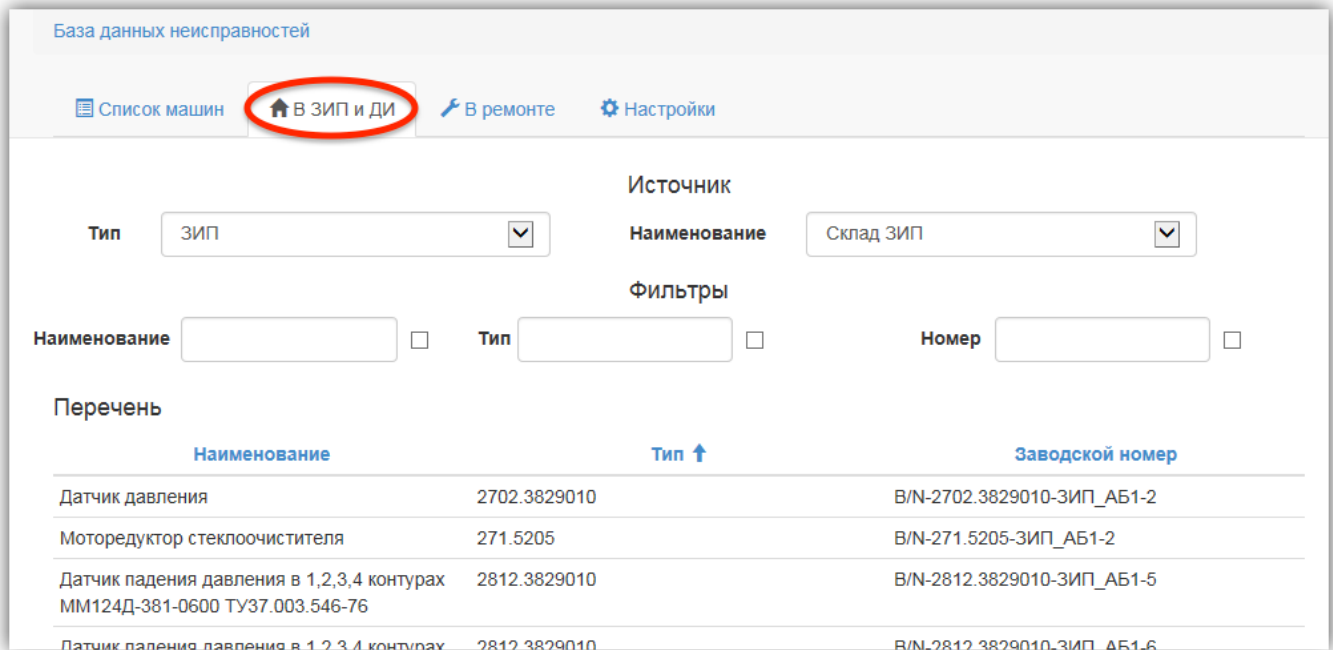

Рис. 7-6 – Вкладка «В ЗИП и ДИ»
- «В ЗИП и ДИ» – перечень экземпляров компонентов в составе ЗИП (на складе) и допимуществе (в гарантийной бригаде) (рис. 7-6).
Вкладка «В ЗИП и ДИ» предназначена для просмотра списка экземпляров компонентов, находящихся в ЗИП и допимуществе (рис. 7-6). Ввод и редактирование данных на этой вкладке не предусмотрен. Экземпляр компонента отображается в составе ЗИП или допимущества в случае если он установлен в экземпляр компонента ЗИП или допимущества («КЗИПКамаз» и «ДИКамаз», соответственно – см. раздел 5.3.2 «Состав ЗИП и допимущества», стр. 41). Установка экземпляра компонента в состав ЗИП и допимущества выполняется в программе ILS Suite и на вкладке «Ремонт» (см. раздел 7.3 ««В ремонте»», стр. 56).